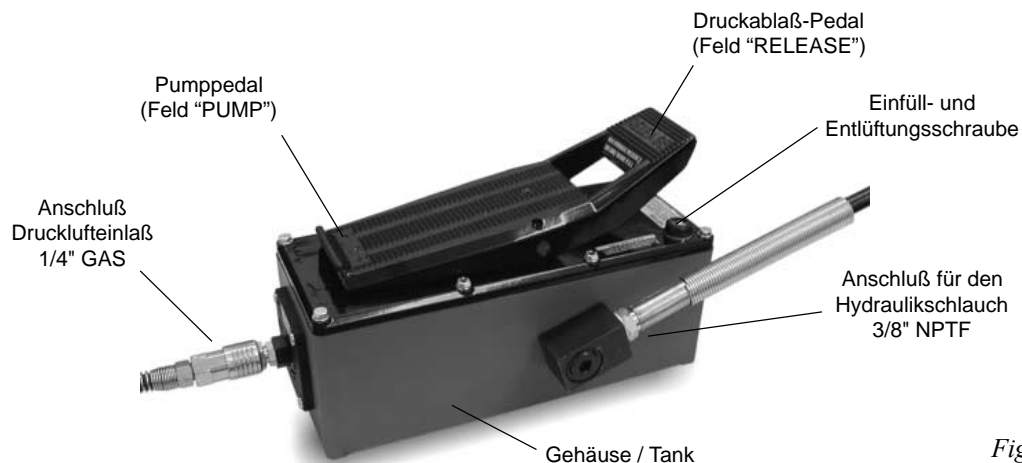

Fig.7
Auf Abb. 7 sind die verschiedenen Teile der Pumpe dargestellt.
- Einen sechskantigen Steckschlüssel \varnothing 17 verwenden und den Tankdeckel abnehmen (Abb. 7, Seite 23).
- Den druckseitigen Hydraulikschlauch (Abb. 7, Seite 23) anschließen. Am Schlauch muß ein Anschluß vom Typ 3/8 NPTF angebracht werden, um den zuvor ein Teflonband gewickelt wurde.
- Den Tankdeckel mit Hilfe eines sechskantigen Steckschlüssels \varnothing 17 (Abb. 7, Seite 23) lockern und den vorher mit Teflonband umwickelten Schlauch mit Anschlußteil 1/4 GAS anbringen.
- Am Druckluftanschluß (Abb.7, Seite 23) eine für Ihre Anlage passende Schnellverbindung festschrauben, deren Gewinde zuvor mit Teflonband umwickelt wurde.